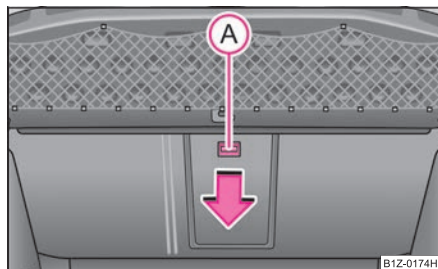

Fig. 114 Maletero: Tecla de desbloqueo
- Empuje la tecla de desbloqueo (A) hacia abajo ⇒ fig. 114 y abata la tapa (con apoyabrazos) hacia delante.
- Abatir la tapa y el apoyabrazos hacia arriba hasta el tope - la tapa deberá encastrar de forma audible. Esto lo reconocerá en que, desde el compartimento de pasajeros, ya no se verá la zona roja encima de la tecla de desbloqueo (A) ⇒ página 100, fig. 114.